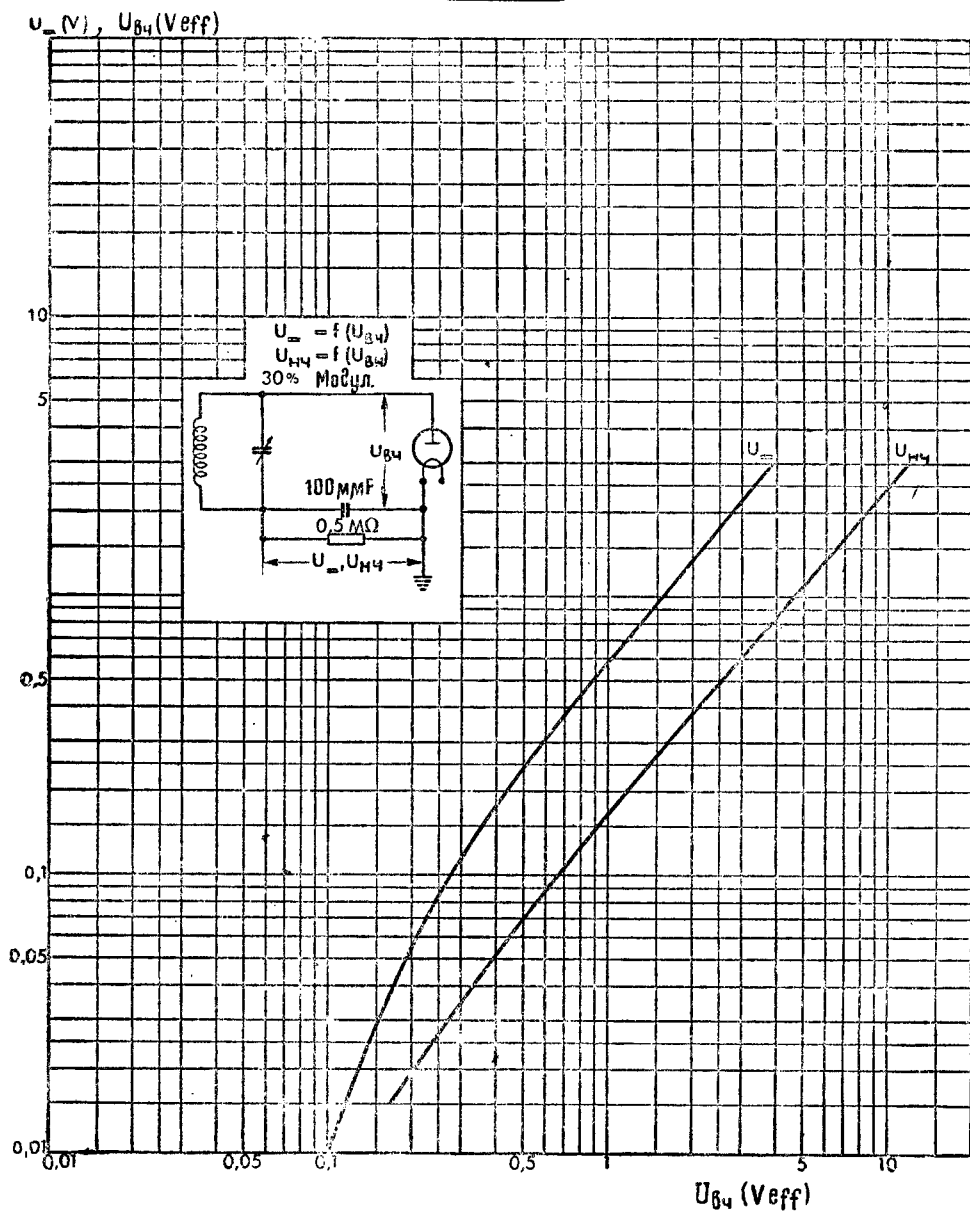

Рис. 4
1. Характеристикам диодной части DAF11 (рис. 4) соответствует диодная часть ламп DAC1, DAC21, DBC21, DAC22, DAC25, DBC25, DAC41W. Для ламп DBC21 и DBC25 характеристики соответствуют каждому из диодов.